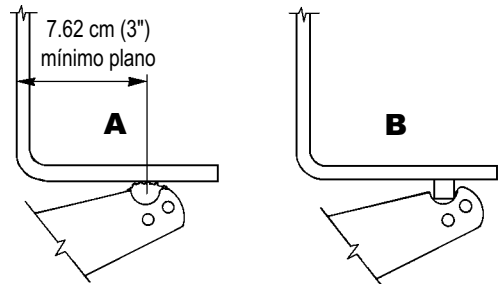

Figura 2
3. Haga un punto de soporte en la muesca del extremo del brazo de elevación. Consulte la Figura 2-B. Utilice el amortiguador dentado para levantar un vehículo que tenga una parte inferior plana. Consulte la Figura 2-A.
4. Coloque la plataforma de elevación por lo menos 7.62 cm (3") hacia adentro y hacia el centro del vehículo desde el comienzo de la plataforma plana. Consulte la Figura 2-A.